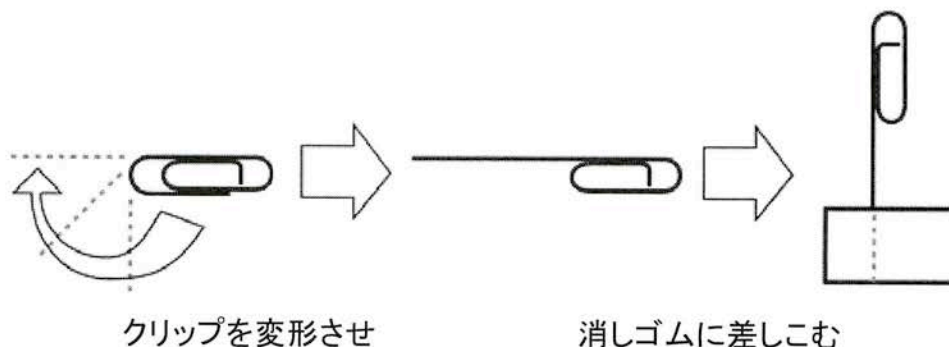

図6 クリップ台の加工
1. コイルを支えるため、図6のようにクリップをへんけい変形させ、消しゴムにさ差し込んで支えを作ります。